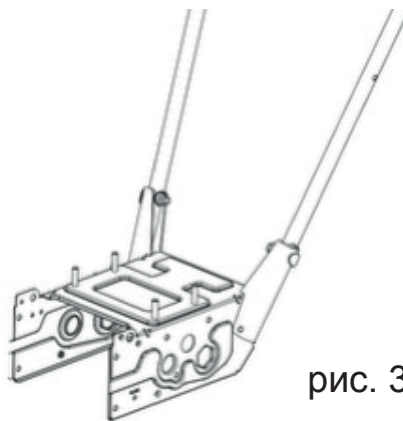

рис. 3
**3.2 Установка ручек (1) (12):** Как показано на рисунке 2, с помощью вогнутых болтов M8 × 35 (4) и 8 × 22 × Установите левую и правую ручки в монтажные отверстия с обеих сторон корпуса, используя 2 вогнутые шайбы (5). и гайки M8 (6) (см. рис. 3);